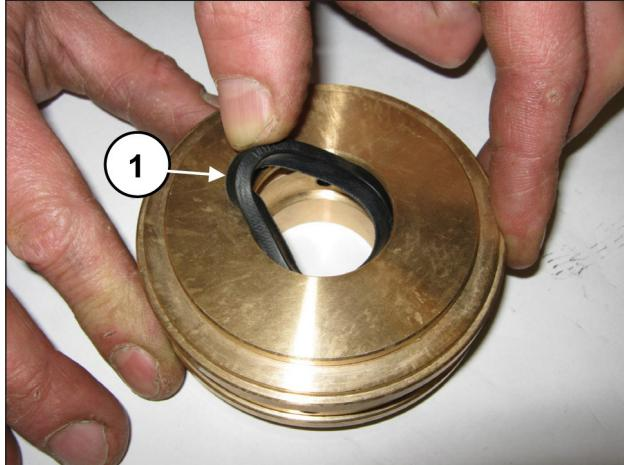

Fig. 175
guarnizione (pos. ①, Fig. 175) facendo attenzione al senso di